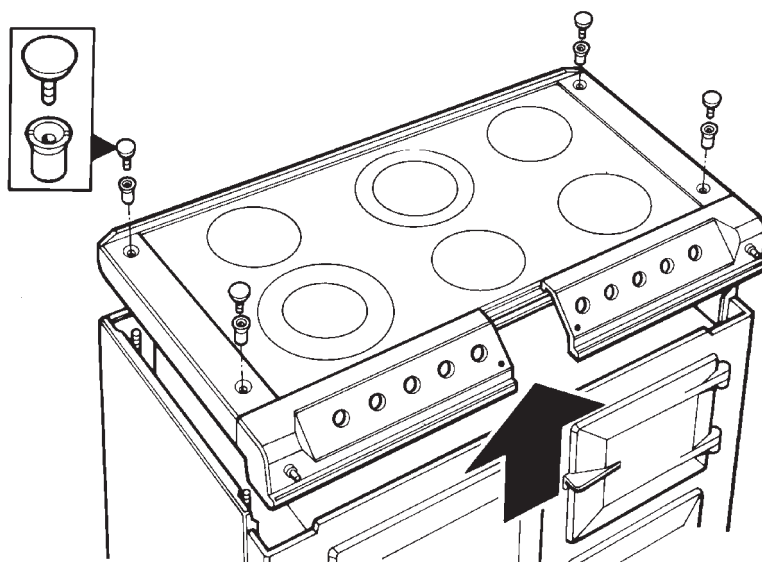

Fig. 21
2. Enlevez les boutons de commande en tirant dessus (voir Fig. 21)